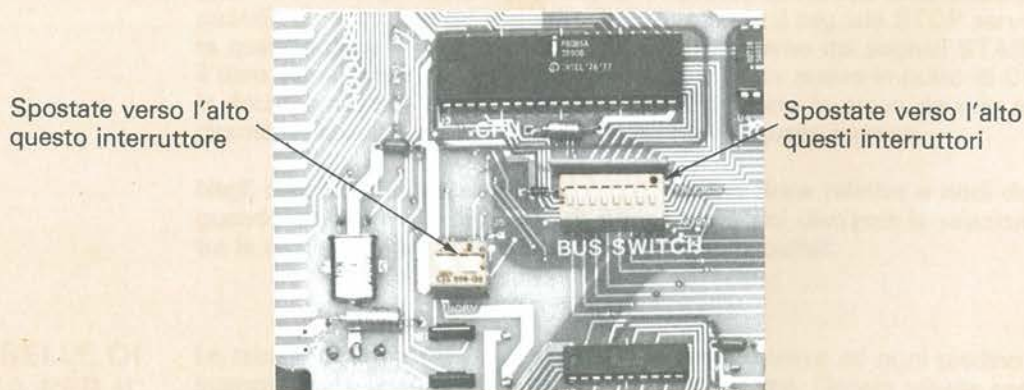

Figura 17-2. Posizione degli interruttori di test del  $\mu$ Lab
- A) Muovete verso l'alto gli otto interruttori a slitta del bus dei dati (Figura 17-2). In questo modo è stato interrotto (aperto) il bus dei dati tra il microprocessore e il resto del sistema. Dal momento che non esistono più percorsi di ritorno dalla memoria al microprocessore, nessuna istruzione viene più inviata allo stesso, ed il microprocessore è così libero di funzionare ad «anello aperto».